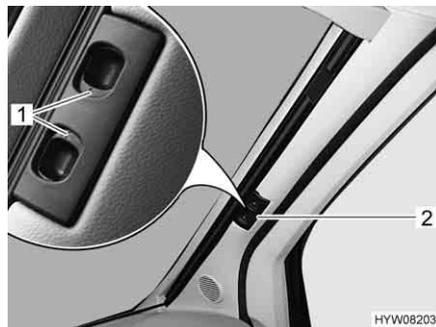

Bild 82 Faltschirm für die Frontscheibe
- Verriegelungsgriffe (Bild 82,1) zusammendrücken und gedrückt halten.
- Die Faltschirmhälfte für die Frontscheibe am Griff (Bild 82,2) zur Fenstermitte hin ziehen.
- Die beiden Hälften der Faltschirmhälfte für die Frontscheibe am Griff (Bild 82,2) bis zum Anschlag nach außen schieben. Griff dabei auf die Höhe der Verriegelungsaussparung anheben.
- Verriegelungsgriffe (Bild 82,1) loslassen und einrasten lassen.